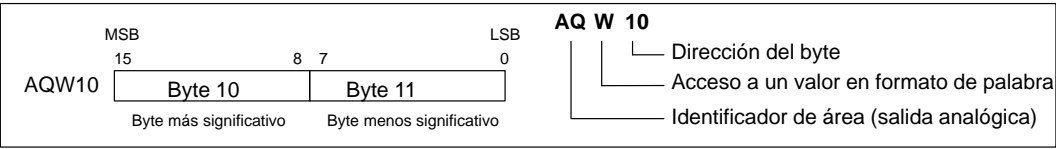

Figura 7-6      Acceso a una salida analógica
La CPU S7-200 convierte valores digitales en formato de palabra (de 16 bits) en valores reales analógicos (p.ej. corriente o voltaje), proporcionales al valor digital. A estos valores se accede con un identificador de área (AQ), seguido del tamaño de los datos (W) y de la dirección del byte inicial. Puesto que las salidas analógicas son palabras que comienzan siempre en bytes pares (p.ej. 0, 2, 4, etc)., es preciso utilizar direcciones con bytes pares (p.ej. AQW0, AQW2, AQW4, etc). para acceder a las mismas, como muestra la figura 7-6. El programa no puede leer los valores de las salidas analógicas.